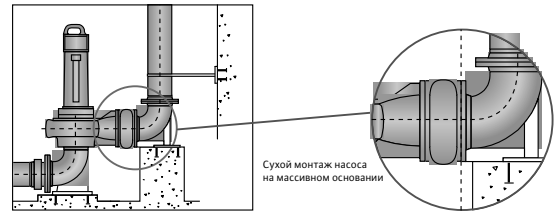

Рис. 5
- Совершенно не допустим монтаж насоса на конструкции, в которой могут возникать или которая может передавать колебания. При движении жидкости в трубопроводе или его элементах возникают силы, которые приводят к собственным колебаниям трубопровода. При подключении трубопровода к насосу происходит их взаимное влияние, поэтому подсоединение насоса к трубопроводу должно производиться через компенсаторы. В качестве компенсаторов используются демпфирующие элементы, например, резиновые вставки (рис. 5).